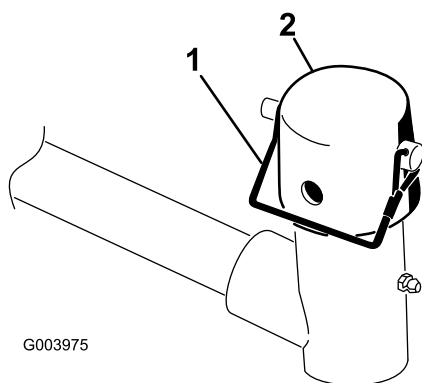

Figura 7
6. Retire el pasador de seguridad y el tapón de la horquilla de pivote del brazo de elevación (Figura 7).
10. Coloque el tapón sobre el eje del bastidor de tiro y la horquilla del brazo de elevación. Utilice la ranura si se desea una unidad de corte dirijible, y utilice el taladro si la unidad de corte va a quedar bloqueada en una posición fija (Figura 7).